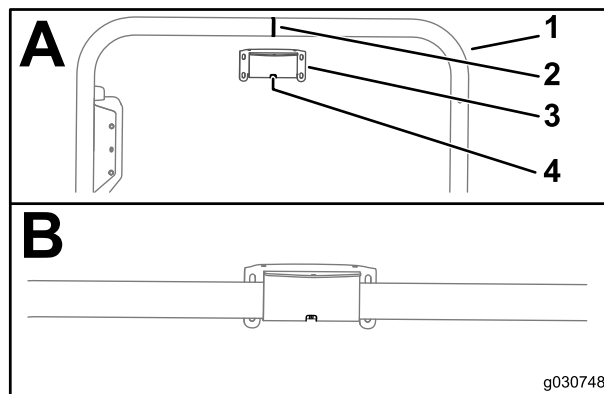

Рисунок 123
1. Совместите паз в центре крепления приемника со сварным швом на осевой линии трубы конструкции защиты оператора при опрокидывании машины (ROPS) (Рисунок 123).